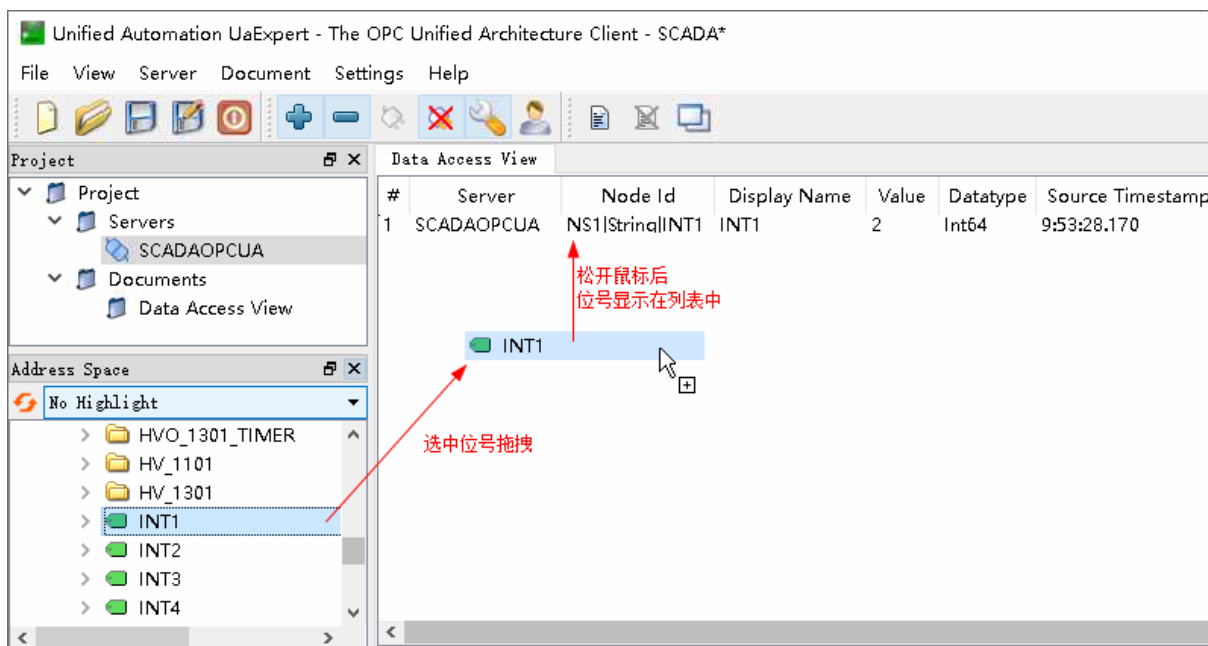

图 3-12 添加位号并查看实时值
5. 在“Address Space”窗口的列表中, 选中位号后按住鼠标左键, 将位号拖到中间的“Data Access View”窗口中, 即可查看位号数据, 如图 3-12 所示。